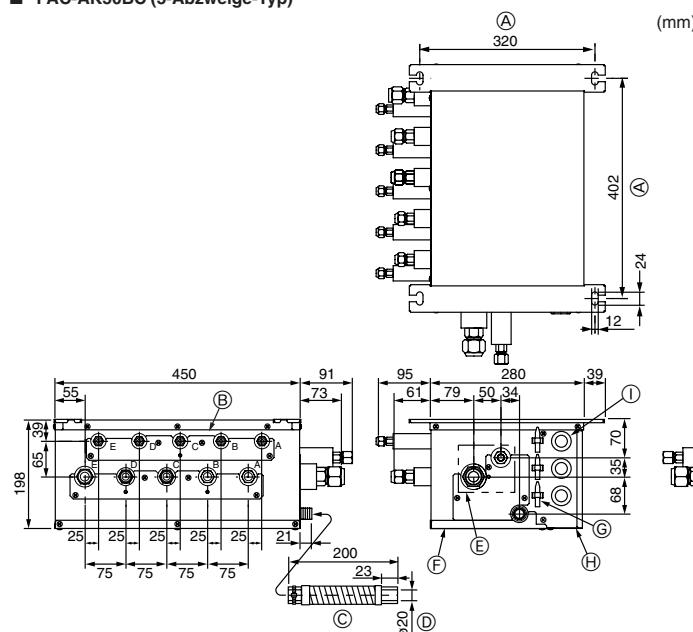

Fig. 4-2
#### ■ PAC-AK50BC (Fig. 4-2)
- (1) Montieren Sie die Tragbolzen (zusätzlich zu erwerben) mit dem angegebenen Abstand. (Fig. 4-2, 4-3).